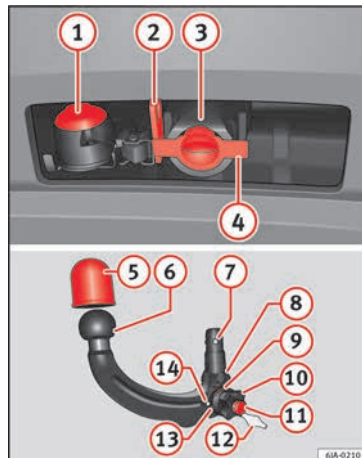

Fig. 195 Soporte del dispositivo de enganche para remolque/barra de cabeza esférica.
Legenda de la » fig. 195
- Retire el tapón del orificio del casquillo de sujeción ④ » fig. 195 tirando hacia abajo.
- Coloque el tapón del orificio del casquillo de sujeción **(4)** » **fig. 195**.